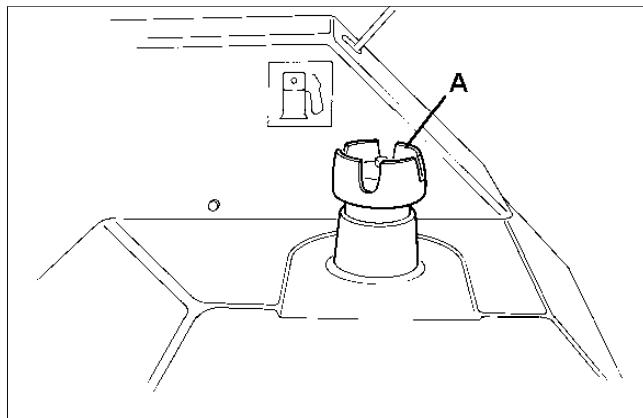
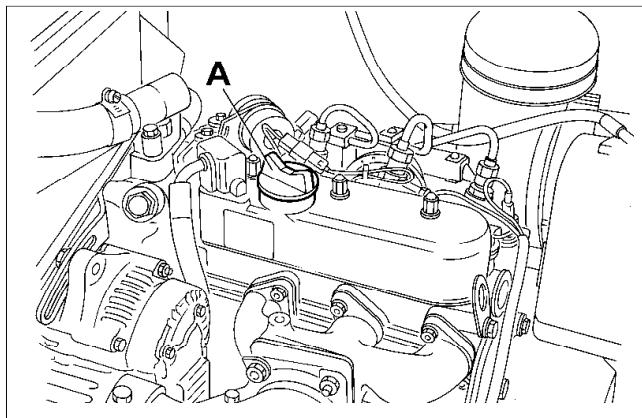
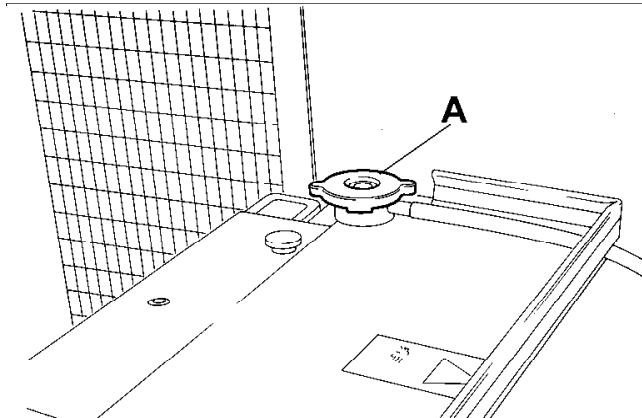
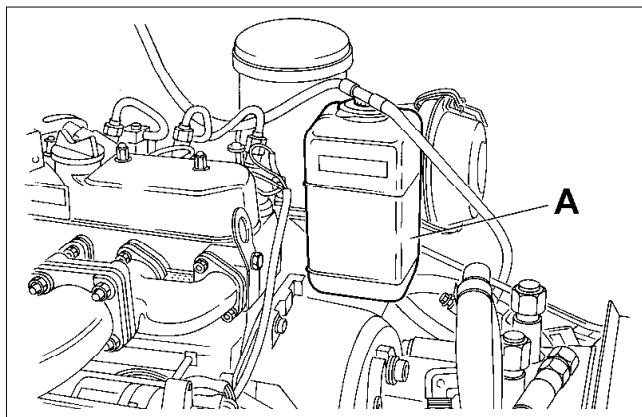

Fig.12
Fig.13
Fig.14
Fig.15
Vor dem Anlassen des Motors muß der Kraftstoffbehälter (A Bild 12) mit Dieselkraftstoff, die Ölwanne des Motors über den Einfüllstutzen (A Bild 13) mit Motoröl und der Kühler (A Bild 14) und der Ausgleichsbehälter (A Bild 15) mit einer 50 prozentigen Frostschutzlösung gefüllt werden. Hierbei ist wie folgt vorzugehen:
- (a) Kraftstofftank (A Bild 12) mit handelsüblichem Dieselkraftstoff füllen.
- (a) Motorölwanne mit Motoröl gemäß API Norm CC/CD/CE über den Einfüllstutzen (A Bild 13) füllen (siehe Schmierstofftabelle Seite 15).
Kühler (A Bild 14) und Ausgleichsbehälter (A Bild 15) mit 50 prozentiger Frostschutzlösung füllen. Inhalt 4,26 Ltr.
Prima di avviare il motore è necessario riempire di gasolio il serbatoio del carburante (A Fig. 12), riempire la coppa dell'olio motore per mezzo del bocchettone di riempimento (A Fig. 13), e riempire il radiatore (A Fig. 14) ed il vaso di espansione (A Fig. 15) con una soluzione anticongelante al 50%.
- (a) Riempire il serbatoio del carburante (A Fig. 12) con gasolio N° 2-D (ASTM D975).
- (a) Riempire la coppa dell'olio motore dal bocchettone (A Fig. 13) con olio di qualità API classifica CC/CD/CE. (Vedi anche tabella a pag. 14.)
Riempire completamente il radiatore (A Fig. 14), ed il vaso di espansione (A Fig. 15) a metà, con una soluzione anticongelante al 50%. Capacità 4,26 litri.